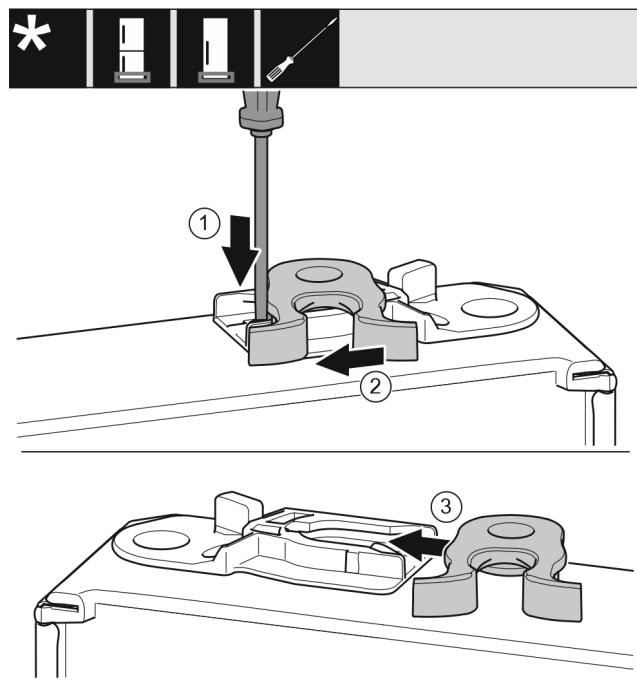

Fig. 16
- S ploščatim izvijačem potisnite spono navzdol. Fig. 16 (1)
- Zapiralni kavelj povlecite iz vodila. Fig. 16 (2)
- Zapiralni kavelj na drugi strani potisnite v vodilo. Fig. 16 (3)